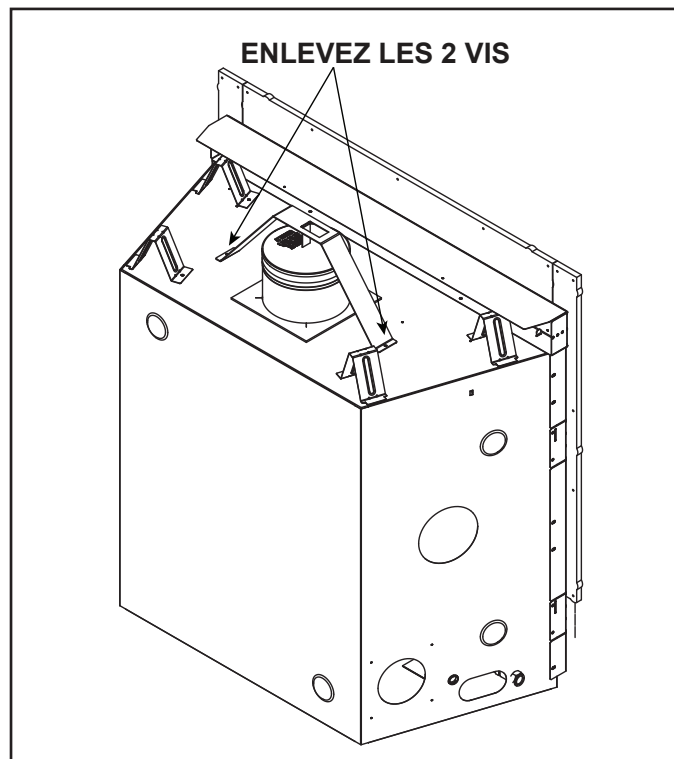

Figure 6.3 COSMO32-IFT - Support d'expédition en position d'expédition
1. Enlevez les deux vis et retirez le support d'expédition. Voir la figure 6.3.